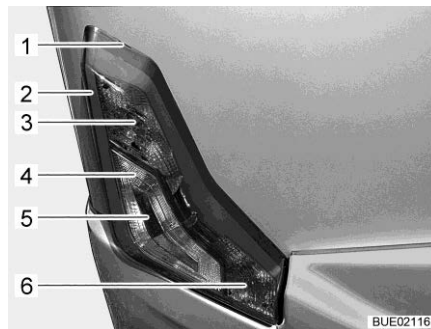

Fig. 293 Luci posteriori
- Infilare l'utensile piatto nell'intaglio (Fig. 293,1) e facendo leva sollevare con cautela l'involucro.